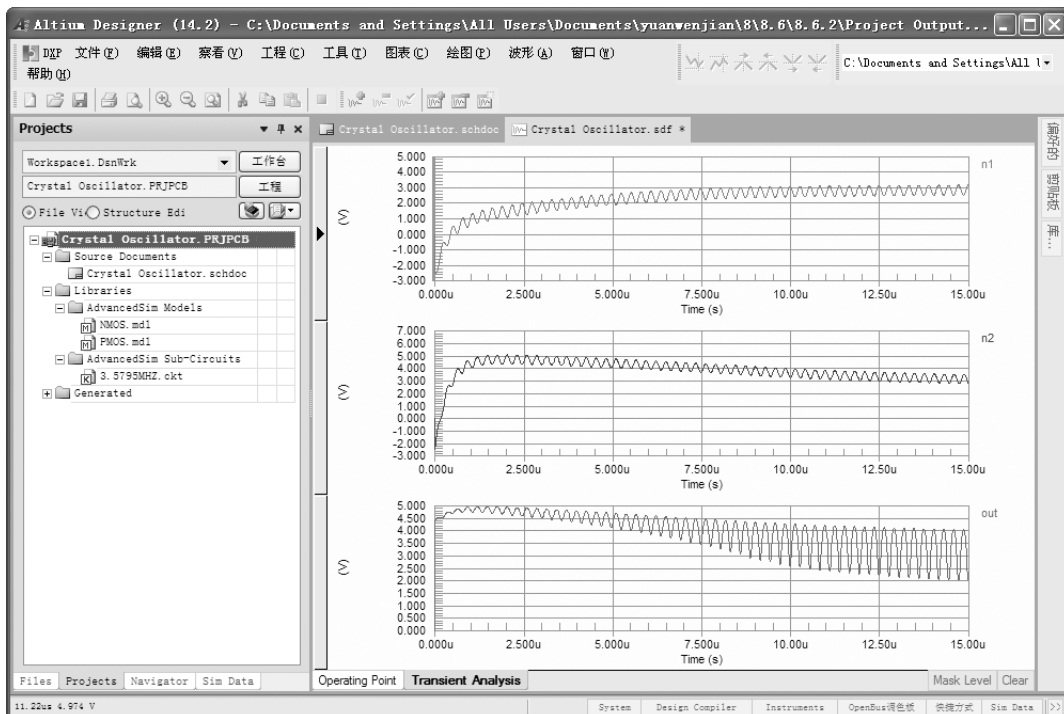

图 12-43 瞬态分析波形
1) 参数设置完成后,单击  按钮,执行电路仿真。仿真结束后,输出的波形如图 12-43 所示。此波形为瞬态分析的波形。